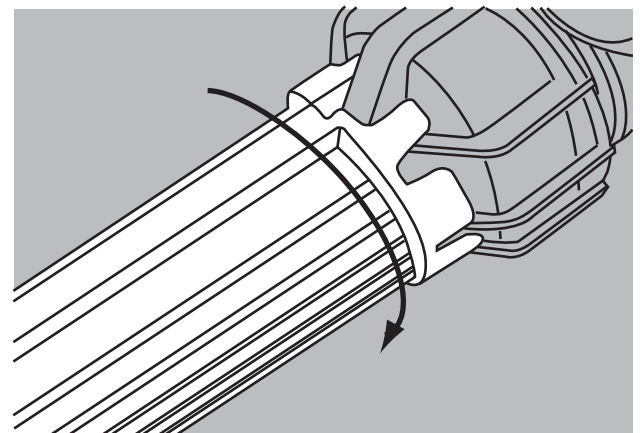

FIGURA 21
21. Ajuste la tapa con la herramienta de ajuste hasta llegar al fondo de las hebras del puerto. (Figura 21)